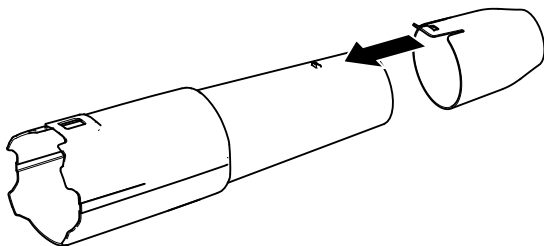

Figura 3
2. Deslice el tubo del soplador sobre la carcasa del soplador. Puede ser necesario presionar hacia abajo sobre el cierre del tubo para que el tubo del soplador encaje en su sitio (Figura 3).